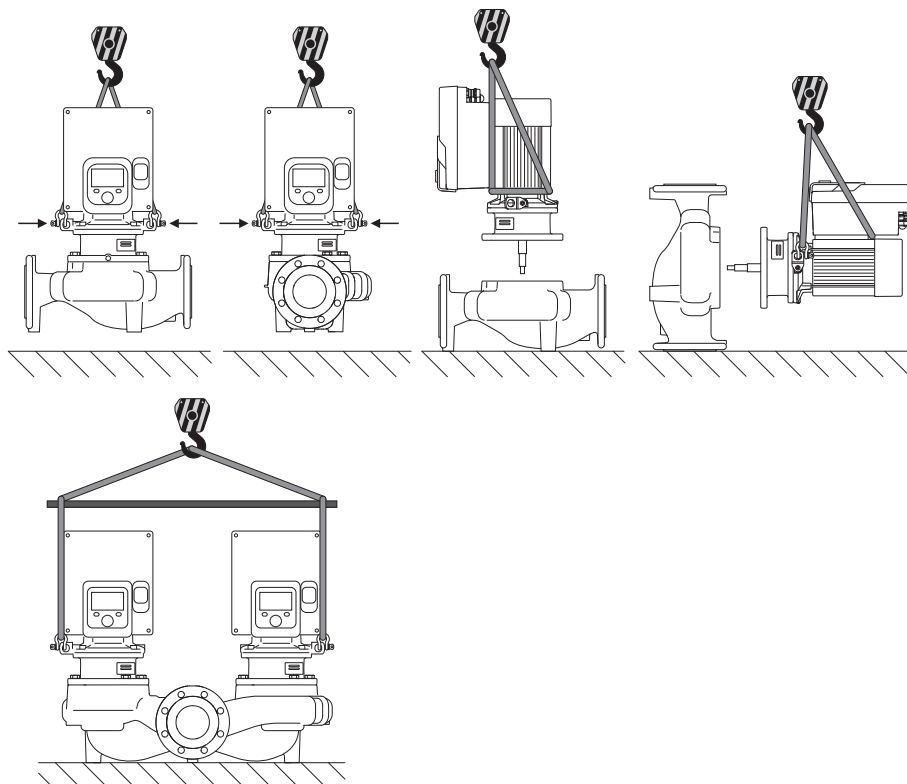

Fig. 6: Smer dviganja
Transport črpalke je treba izvesti z dovoljenimi pripomočki za dvigovanje bremen (škripec, žerjav itd.). Pripomočki za dvigovanje bremen morajo biti pritrjeni na transportna ušesca na prirobnici motorja. Po potrebi potisnite dvižne zanke pod adaptersko ploščo (Fig. 6).
2. Vtični komplet (Fig. 4) pritrdite na transportna ušesca s primerno opremo za dviganje, da ga zavarujete. Da se enota ne prevrne, okoli motorja in adapterja elektronskega modula namestite zanko jermena, kot je prikazano na Fig. 6. Pazite, da pri pritrdjevanju ne poškodujete elektronskega modula.